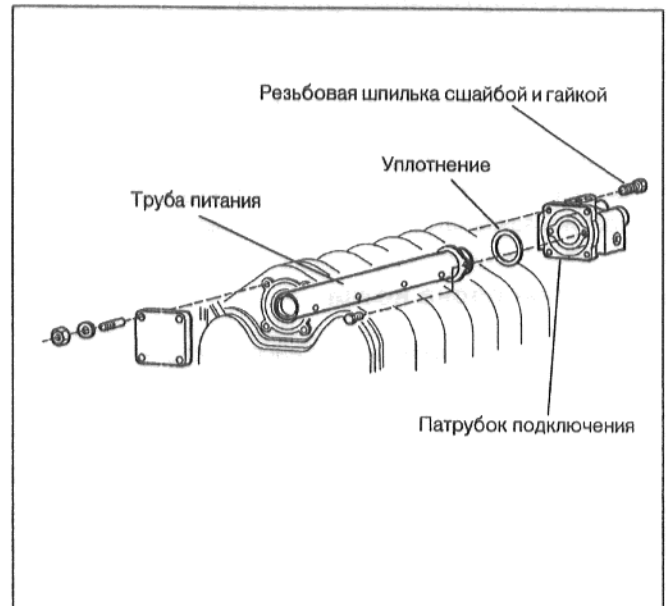

рис. 2
- Ослабить четыре машинных винта на патрубке подключения отопительного котла и вынуть патрубок подключения с установленной на нем трубой питания из блока котла, подав ее назад (рис. 2).